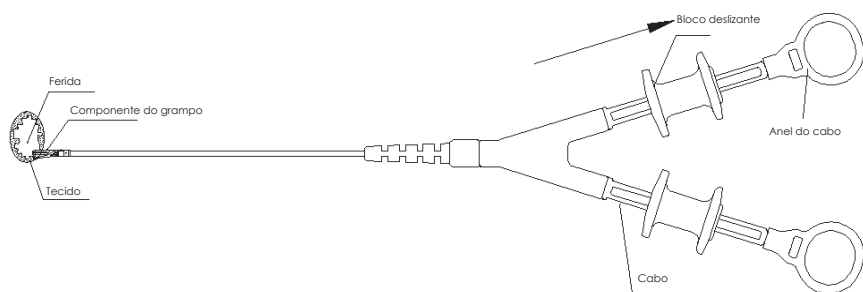

Fig 4 Pinçamento
- A. Feche o dat dispositivo descartável de dupla ação para fechamento de tecido na posição adequada e mova lentamente o bloco deslizante na direção do anel do cabo até que haja resistência no cabo, de modo que o dat dispositivo descartável de dupla ação para fechamento de tecido seja gradualmente fechado, mas não liberado; se for constatado que a posição não é boa neste momento, você pode reabrir o grampo até que o pinçamento do tecido seja concluído (como mostrado na Fig. 4).